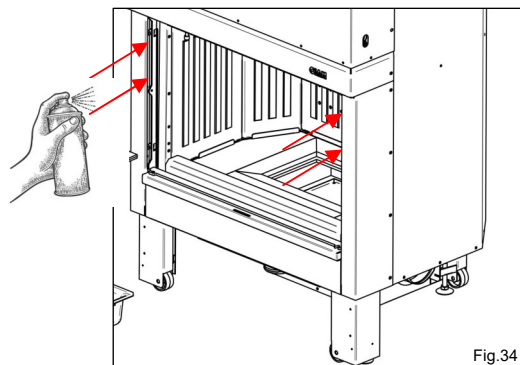

Fig.34
Fase 3: Spruzzare verso l'alto del lubrificante spray (Svitol, W40, ecc.) avvalendosi dell'apposito tubicino e movimentare lo sportello saliscendi più volte per uniformare il lubrificante. (Fig. 34)
- **Fase 3-** Spingere le viti e la relativa piastrina di cerniera verso l'alto e svincolare l'antina dalla propria sede ruotandola in basso. (Fig.34)
IMPORTANTE: Durante questa operazione, si raccomanda di tenere premuto verso il basso il telaio dello sportello saliscendi, per evitare che al momento dello sgancio dell'antina, si sollevi bruscamente per effetto dei contrappesi. (Fig.34)